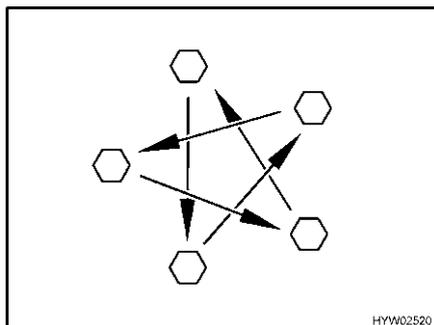

Fig. 222 Serrare a croce i dadi o i bulloni delle ruote
- Controllare regolarmente il serraggio dei dadi o dei bulloni. Regolare il serraggio dei dadi delle ruote o dei bulloni delle ruote di una ruota sostituita dopo circa 50 km (Fig. 222).
- Se si utilizzano cerchi nuovi o riverniciati, regolare il serraggio dei bulloni o dei dadi dopo altri 1000 - 5000 km (Fig. 222).
- ▷ Serrare a croce i dadi o i bulloni delle ruote (Fig. 222).